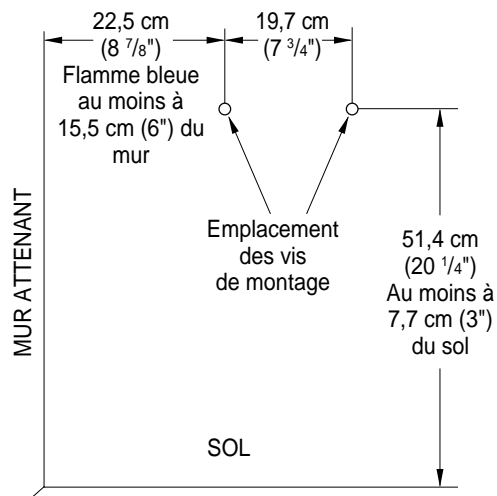

Figure 6 - Emplacement des vis de montage
**AVERTISSEMENT :** Respecter les distances minimum indiquées à la figure 6. Dans la mesure du possible, placer l'appareil plus loin du sol et du mur attenant.
2. Marquez l'emplacement des deux vis de montage sur le mur (voir la figure 6).